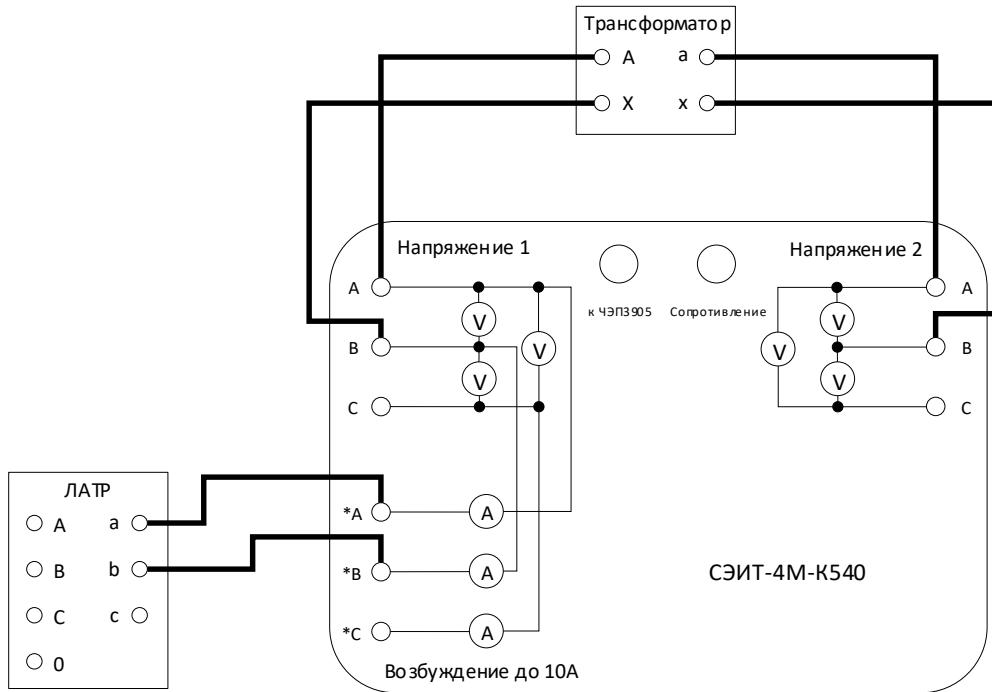

Рис. 8. Схема соединений для однофазного измерения коэффициента трансформации
**5.2.2.** При работе с однофазным трансформатором собирается схема, представленная на рис. 8.